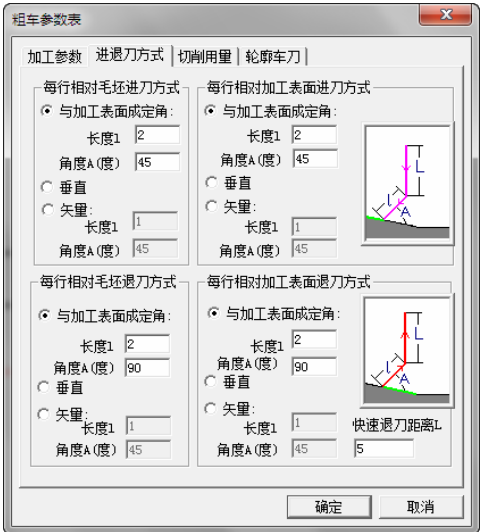

图 4-141 粗车外圆进退刀方式参数设定
2) 单击“进退刀方式”选项卡，设置具体参数，每行相对毛坯进刀方式：与加工表面成定角，长度 $l=2$ ，角度 $A=45$ ；每行相对加工表面进刀方式：与加工表面成定角；每行相对毛坯退刀方式：与加工表面成定角，长度 $l=2$ ，角度 $A=90$ ；每行相对加工表面退刀方式：与加工表面成定角，长度 $l=2$ ，角度 $A=90$ ；快速退刀距离： $L=5$ ，如图 4-141 所示。